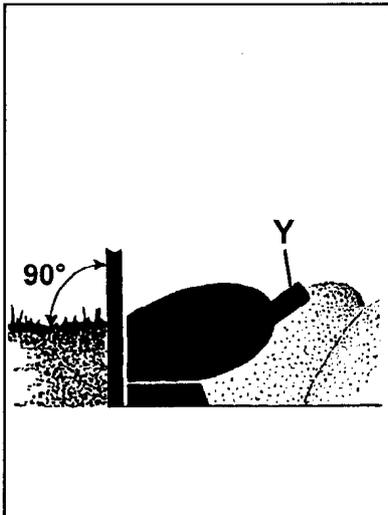

Fig.10
**Streichschienen** (Y, Fig.10; wenn vorhanden)